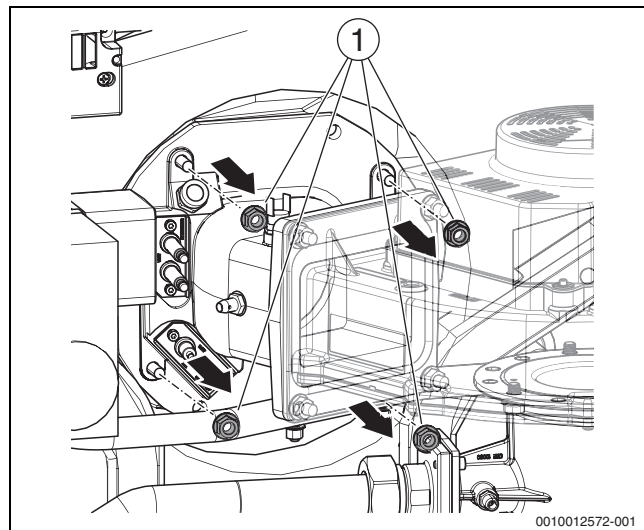
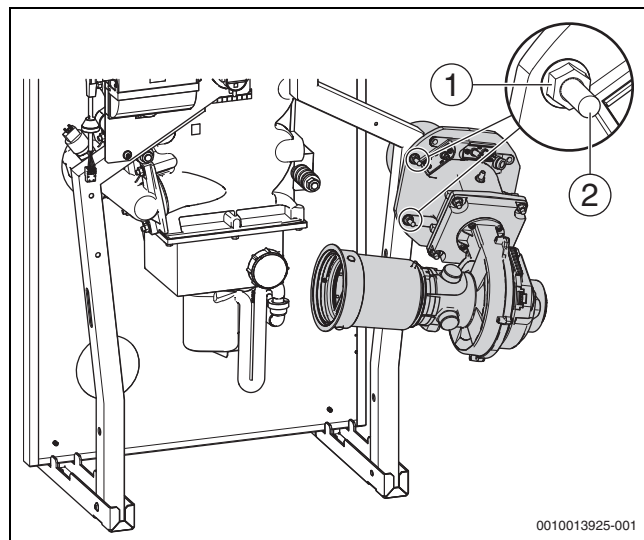

Fig. 46 Rimozione dei dadi al collettore di miscelazione
Fig. 47 Bruciatore in posizione di manutenzione (montaggio a destra)
- Posizionare il bruciatore con flangia sulle viti montate in fabbrica (→ fig. 47, [2]) e fissare con due dei dadi di fissaggio tolti in precedenza (→ fig. 46, [1]).